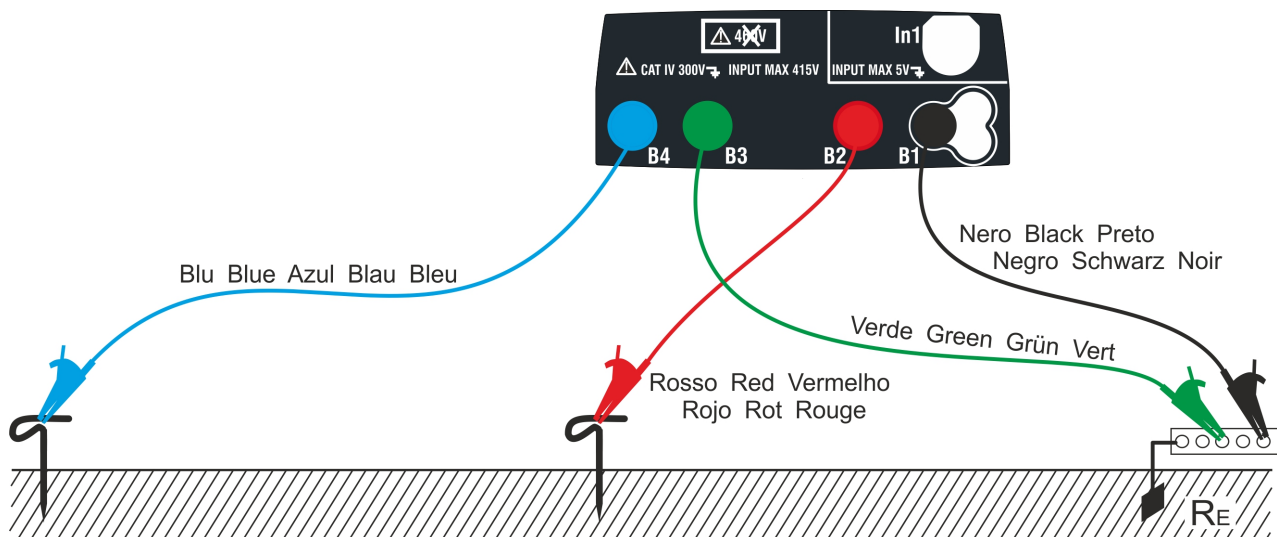
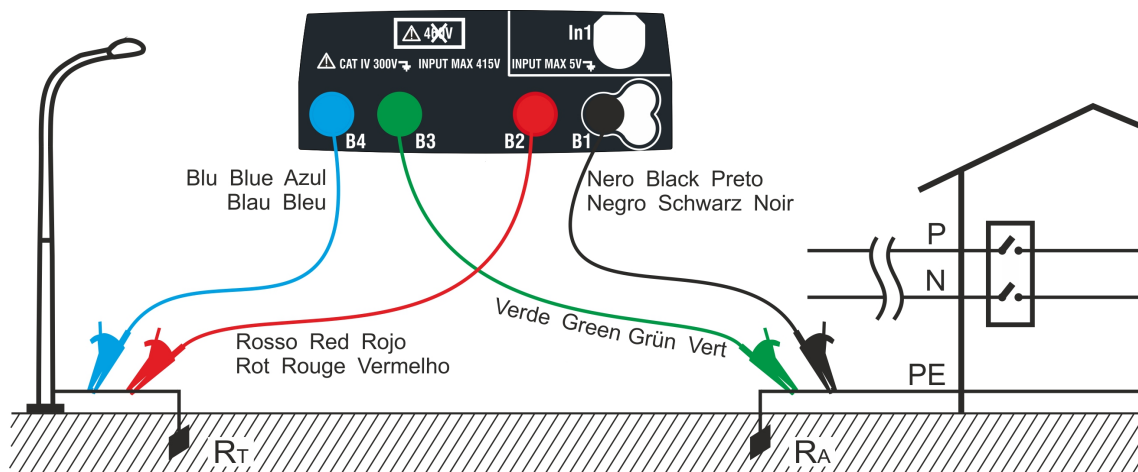
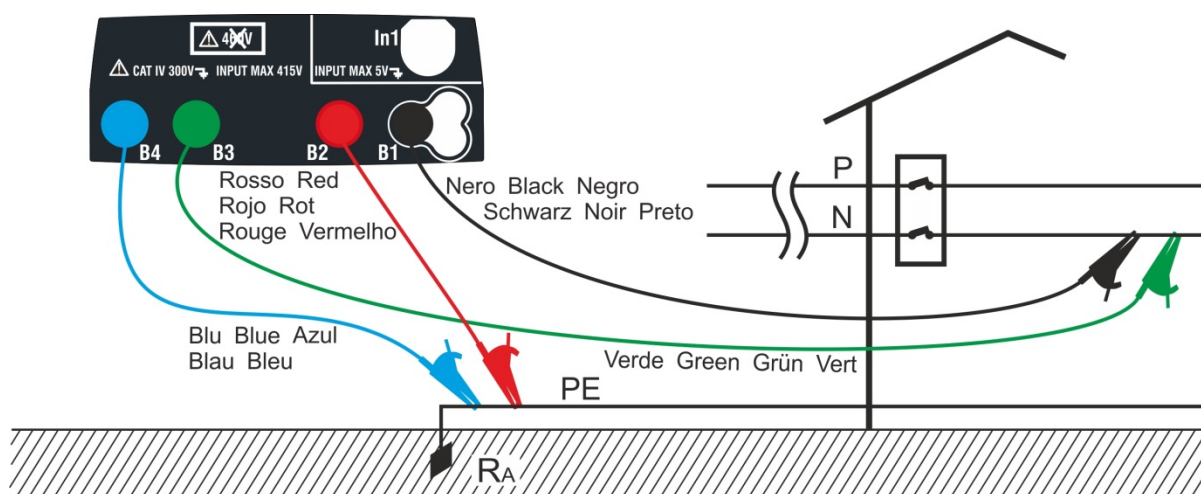

Fig. 28 : Mesure de résistance de terre à 3 fils
Fig. 29 : Mesure de résistance de terre à 2 fils avec électrode de mise à la terre auxiliaire
Fig. 30 : Mesure de résistance de terre à 2 fils du tableau d'alimentation
- 12 Connecter les crocodiles aux électrodes de mise à la terre auxiliaires et à l'installation sous test conformément à Fig. 28, Fig. 29, Fig. 30 ou Fig. 31